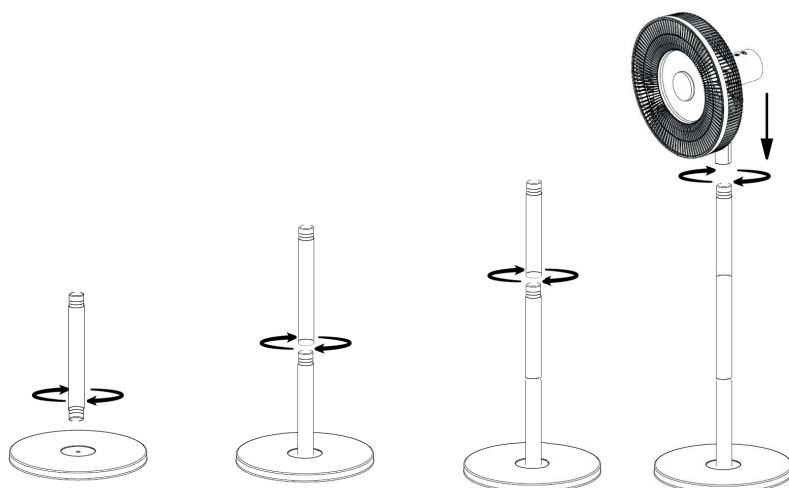

Fig. 1
1. Retirez les pièces de l'emballage. Installez le tuyau vertical (bas-milieu-haut) en suivant les étapes suivantes. (Fig. 1 illustrée)